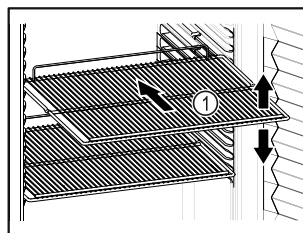

Fig. 86 Példaként szolgáló ábrázolás
- ❑ Ha a tárolófelületek Fig. 86 (1) áthelyezhetők, akkor igazítsa be őket a kívánt magasságnak megfelelően.